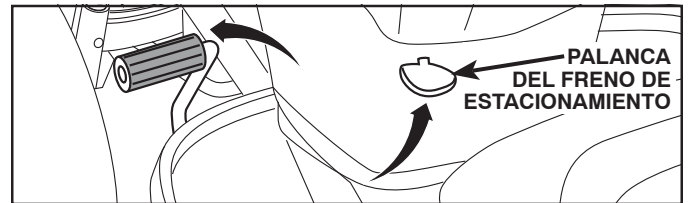

Fig. 3
INSTALE LA SEGADORA (Vea Fig. 3 - 15)
1. ACCIONE LA PALANCA DEL FRENO DE ESTACIONAMIENTO Y LA PALANCA DE LEVANTAMIENTO DEL ACCESORIO INFERIOR (Vea Fig. 3 y 4)